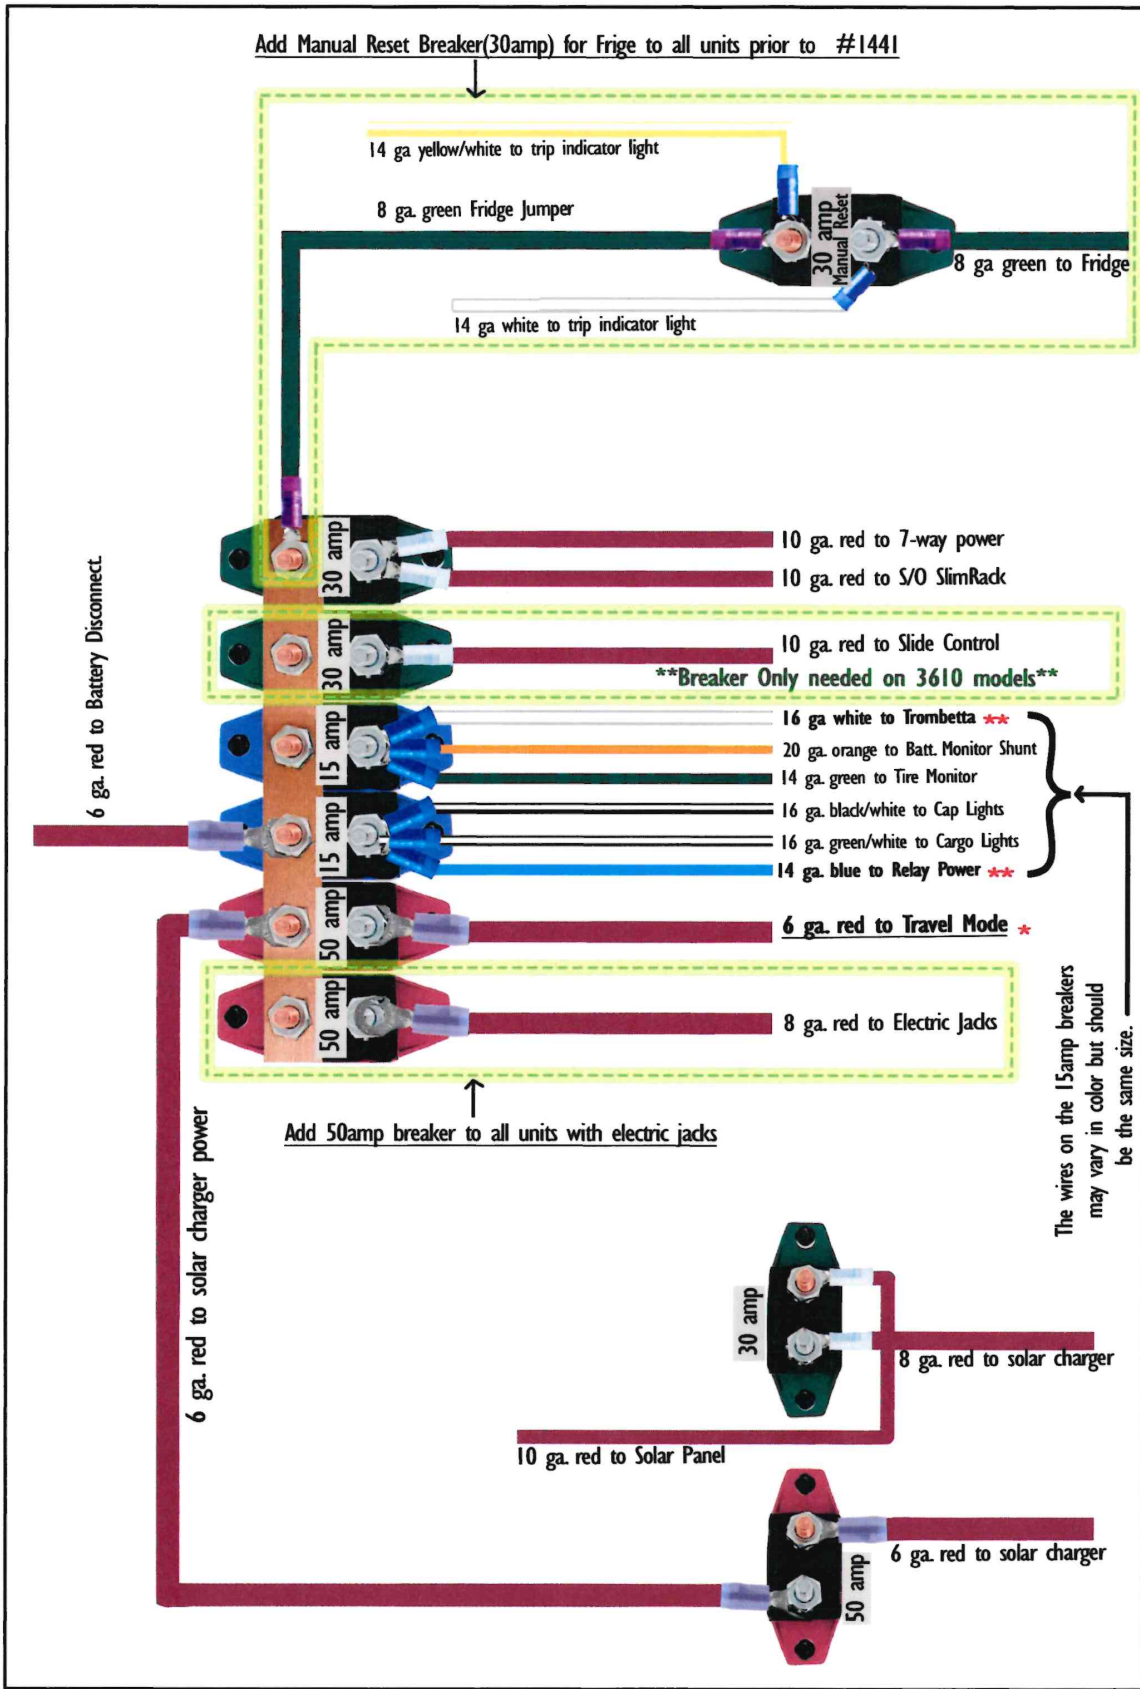

Figure 33
49. Réparation terminée (référence Figure 33 - schéma final sur la dernière page).